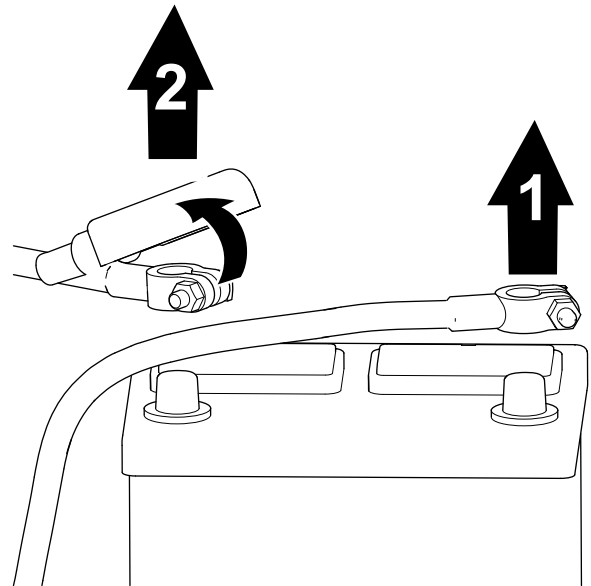

Figura 4
1. Rimuovete il cavo negativo della batteria dal polo della batteria (Figura 4).
2. Sollevate l'isolamento e rimuovete il cavo positivo della batteria dal polo della batteria (Figura 4).